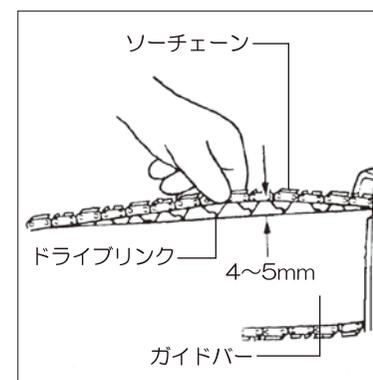

図3
- ①ガイドバーの中間でソーチェーンを指で軽く引き上げます。
- ②ガイドバーとソーチェーンとの間が4～5mm程度であることを確認してください。（図3参照）